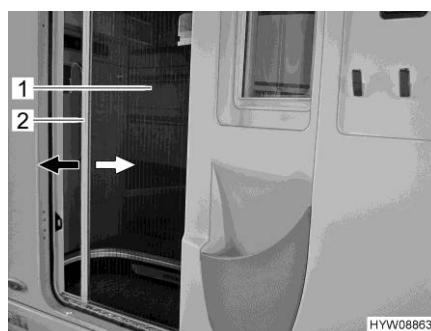

Fig. 34 Protezione contro gli insetti (porta di ingresso)
- Chiusura:** ■ Afferrare la barra di presa (Fig. 34,2) con entrambe le mani ed estrarre con movimento uniforme la protezione contro gli insetti (Fig. 34,1) dall'alloggiamento della porta.
- Afferrare la barra di presa (Fig. 34,2) con entrambe le mani e spingere la protezione contro gli insetti (Fig. 34,1) nell'alloggiamento della porta esercitando una leggera pressione.